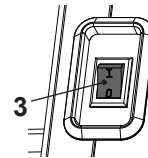

Fig. 7
1. Coloque el interruptor de encendido/apagado (3) en la posición "I" para encenderlo (Fig. 7).
2. Coloque el interruptor de encendido/apagado (3) en la posición "O" para apagarlo.